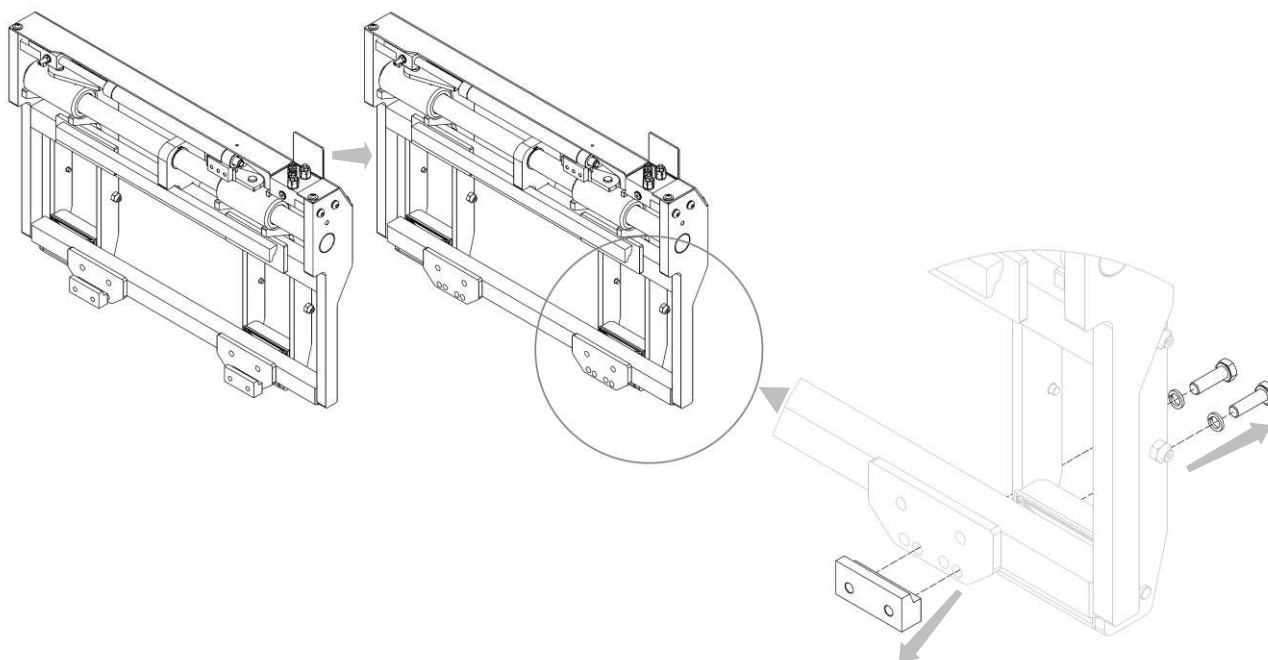

Figura 7
4. Quitar los ganchos inferiores del equipo (mira *Figura 7*).